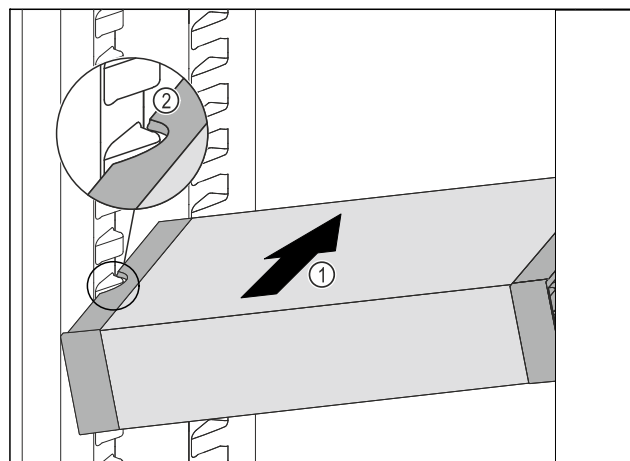

Fig. 148
- Insérer le VarioSafe en biais dans la partie réfrigérateur Fig. 148 (1) jusqu'à ce que les encoches latérales Fig. 148 (2) du VarioSafe se trouvent à la hauteur de la nervure du bac dans la partie réfrigérateur.